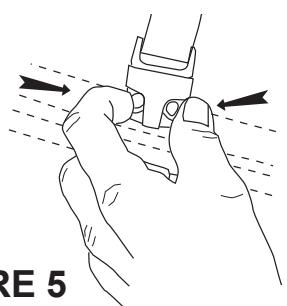

FIGURE 5
1. Déboucler les deux courroies de retenue situées sur le haut de la bâche, à l'arrière de la cabine, et encliquer en position de rangement. Se reporter à la Figure 5.